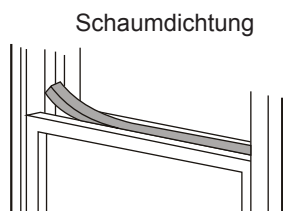

Abb.11
6. Schneiden Sie die Schaumstoffdichtung auf eine geeignete Länge und dichten den offenen Spalt zwischen dem oberen Fensterflügel und dem äußeren Fensterflügel. Wie in Abb.11 gezeigt wird